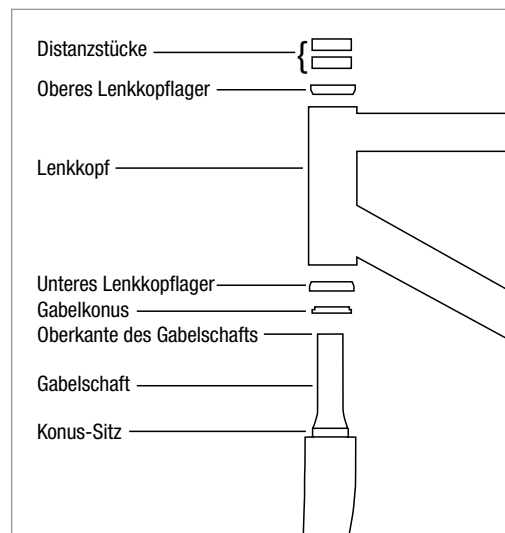

Abbildung 2
5. Installieren Sie das Lenkkopfunterteil gemäß den Anweisungen des Herstellers und stecken die Gabel in den Gabelschaft. Installieren Sie das Lenkkopfoberteil gemäß den Anweisungen des Herstellers (Abb. 2).